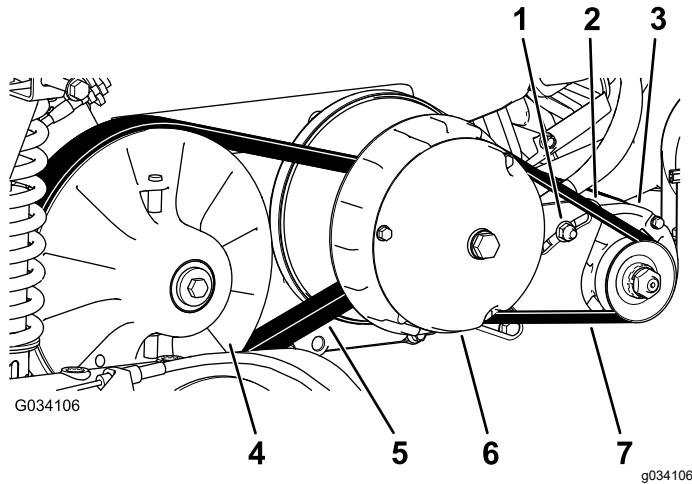

Figura 64
6. Haga girar la correa e inspecciónela (Figura 64) para asegurarse de que no está excesivamente desgastada o dañada.
3. Haga girar la correa y llévela sobre el embrague secundario (Figura 64).
4. Retire la correa del embrague primario (Figura 64).
5. Coloque la correa nueva sobre el embrague primario (Figura 64).
6. Haga girar la correa y llévela sobre el embrague secundario (Figura 64).
2. Afloje la tuerca del pivote del generador de arranque (Figura 64).
4. Aplique presión descendente sobre la palanca para hacer girar el motor de arranque hacia abajo en la ranura, hasta que la tensión de la correa sólo permita una desviación de 6 mm ($\frac{1}{4}$ ") con una fuerza de 44 N·m (10 pies-libra) (Figura 64).
5. Apriete la tuerca del pivote a mano y retire la palanca (Figura 64).